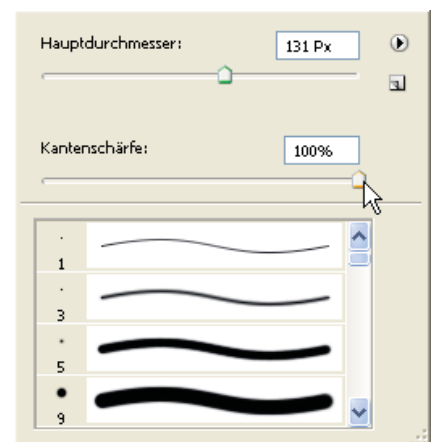

Abb. 11-39: Einstellung von Werkzeuggröße und Kantenschärfe
- W PINSEL ⑥ und W RADIERER ⑦ sind im MM Zeichenwerkzeuge mit gleicher Wirkung. Mit beiden kann gleichermaßen eine Auswahl feiner ausgearbeitet werden. Vorher ist die Größe und Kantenschärfe der Werkzeugspitze unter P OPTIONEN | PINSEL einzustellen (Abb. 11-39). Die Wirkung der Werkzeuge - Malen oder Radieren - ist abhängig von der Wahl der Vg-Farbe (SCHWARZ oder WEIß) – siehe hierzu Tabelle 5.